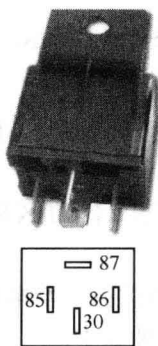

图 1-15 起动继电器检查
(2) 起动继电器的检查 先将电源连接继电器的 85 和 86 端子,再用万用表测量继电器 30 和 87 端子,如图 1-15 所示。若显示 0Ω ,说明继电器正常;若显示 ∞ 时,说明继电器是坏的。